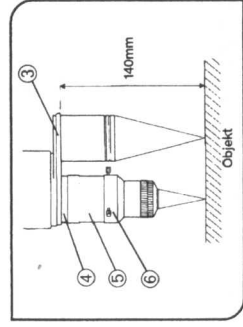

Abb. 19
• Den mitgelieferten Abgleich-Korrekturing ⊗ durch Einschrauben an dem DFPLAPO1XPF ⊗ befestigen, dann das SZX-AL20X ⊗ anbringen (Abb. 19).